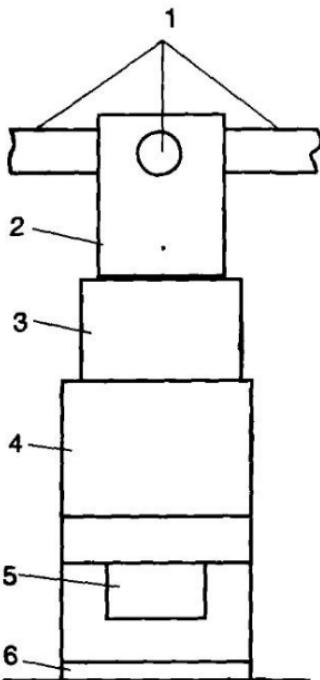

Рис. 55. Расположение воздушного фильтра:
15.2. Загрязненный воздушный фильтр со стороны входа воздуха в вентилятор (рис. 55), часто является причиной низкого давления всасывания в системе кондиционирования воздуха, так как ограничивается обдув испарителя, и тепловая нагрузка на холодильную машину снижается. Необходимо регулярно менять или чистить фильт-